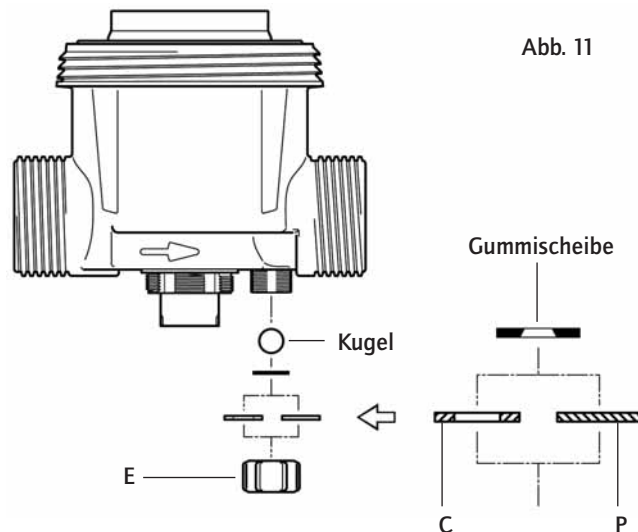

Abb. 11
- Im Falle einer eventuellen Drucksenkung* stellt sie automatisch den atmosphärischen Druck in der Anlage wieder her (Abb. 11). Ihre Benutzung unterliegt den im jeweiligen Land gültigen Vorschriften für das Gesundheitswesen.
- Zur Inbetriebnahme die Mutter (Abb. 11-E) abschrauben, die Metallscheibe entfernen (Abb. 11-P) und durch die im Paket enthaltene Scheibe mit Loch ersetzen (Abb. 11-C).
- Die Mutter anziehen (Abb. 11-E).